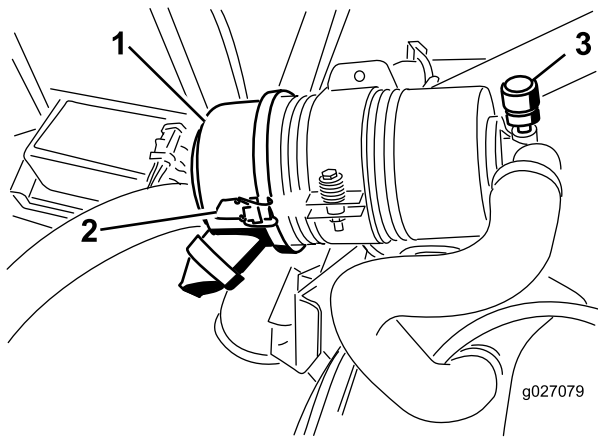

Рисунок 53
Обслуживание фильтра воздухоочистителя следует производить только после покраснения индикатора необходимости технического обслуживания (Рисунок 53). Более частая замена воздушного фильтра (без необходимости) ведет лишь к повышению вероятности попадания грязи в двигатель при снятии фильтра.
1. Отпустите защелки, фиксирующие крышку воздухоочистителя на его корпусе (Рисунок 53).